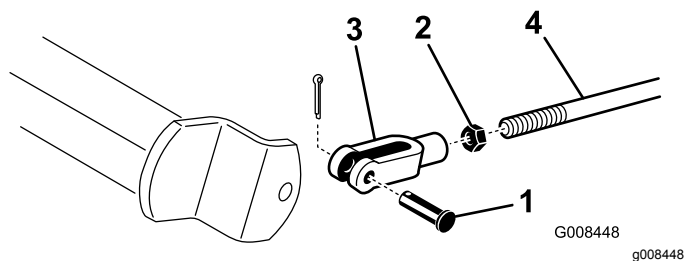

Рисунок 46
- A. Отсоедините штоки регулировки тормозов, сняв шплинт и шплинтуемый штифт (Рисунок 46).
- B. Отпустите контргайку и отрегулируйте вилку должным образом (Рисунок 46).
- C. Присоедините вилку к тормозному валу (Рисунок 46).